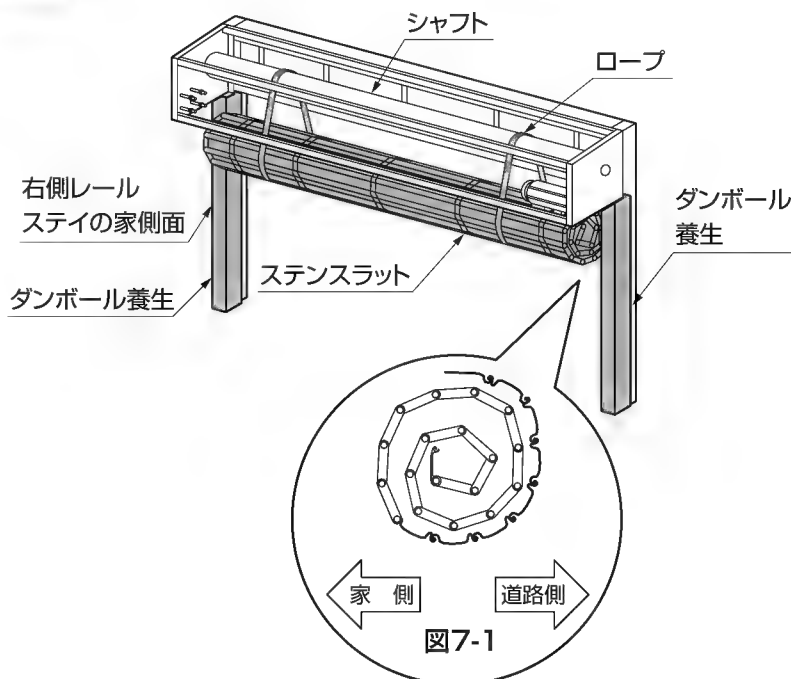

図7-1
①左右のレールステイの家側面が傷つかないようにダンボールで養生してください。
②ステンスラットの巻取り方向が図7-1の向きになるようにしてください。
③ロープ等を使用して、シャフトの下にステンスラットを保持してください。